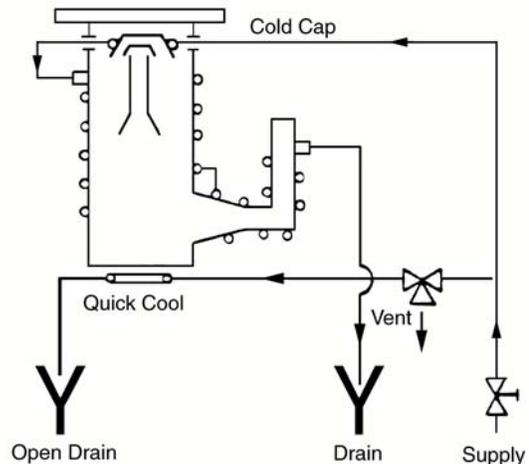

Abbildung 10 Kühlwasseranschlüsse
1. Schließen Sie die Kaltaufsatz-Kühlspule und die Vorvakuumkühlung, aber nicht die Quick Cool Spule (siehe den nachstehenden Abschnitt) nacheinander an (siehe Abbildung 10). Der Kühlwasserdurchsatz für Ihren Pumpentyp ist Tabelle 4 auf Seite 7 zu entnehmen. Höhere Durchsätze sind für die Pumpe nicht schädlich.